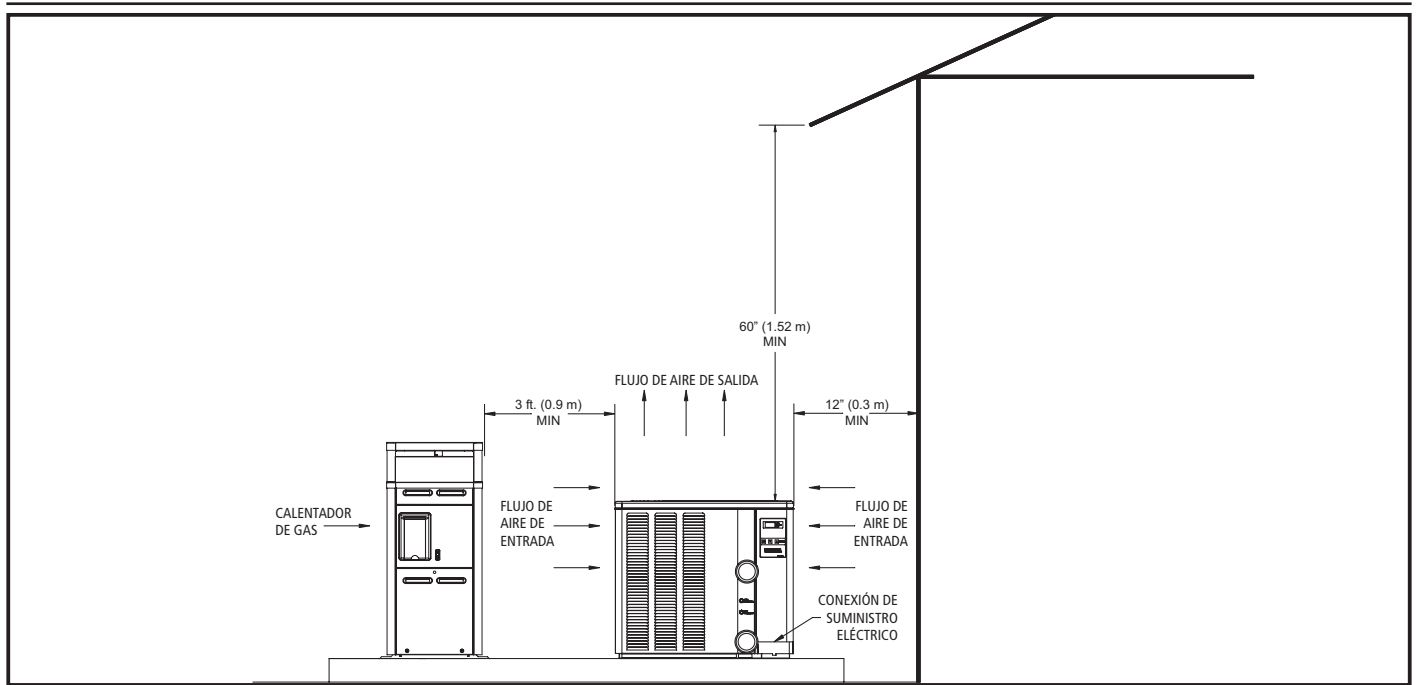

FIG. 1 ESPACIOS LIBRES PARA INSTALACIÓN
- Esta unidad presenta una descarga de 'flujo ascendente', lo que permite un funcionamiento silencioso. El aire es empujado hacia arriba mediante la ventilador de el evaporador y luego es liberado a través de la rejilla superior. Deje un espacio de al menos 1.5 m (5 pies) por encima de la unidad para lograr una descarga de aire sin restricciones. **NO INSTALE** la unidad debajo de un tejado o un entarimado. Refiérase a la Fig. 1.